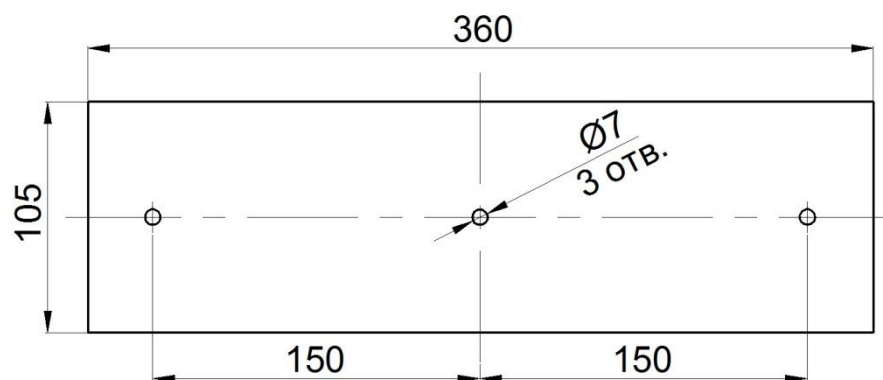

Рис. 3 – Крепежная площадка
5.4. Поднять модуль, удерживая его установочной площадкой вверх, вставить корпус в закрепленную крепежную площадку (рис.3) и зашпаклевать.